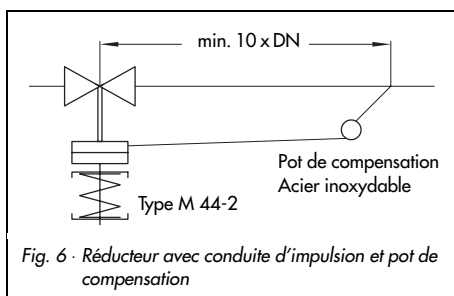

Fig. 6 - Réducteur avec conduite d'impulsion et pot de compensation
- La distance entre la prise de pression et le réducteur de pression doit être au **min. 10 x DN** (voir fig. 6).